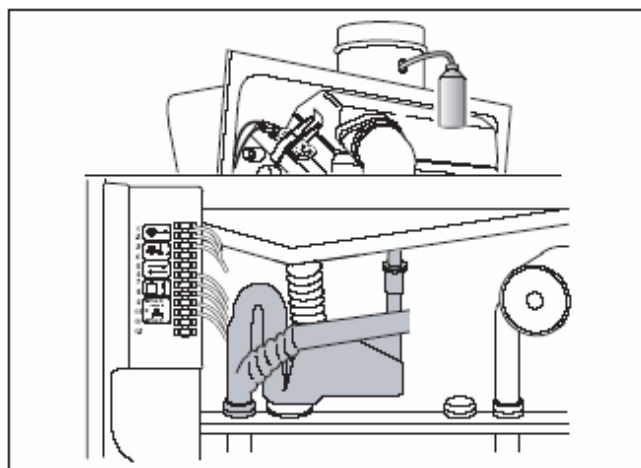

Рис. 41 Проверка действия конденсатного байпаса
- Вынуть и очистить сифон (рис. 41). Проследить за тем, чтобы запорная крышка была правильно навинчена на сифон.
- Влить воду (например, при помощи промывной колбы) в левую точку измерения на дымовых газах (рис. 41) и проверить конденсатный байпас на проходимость.